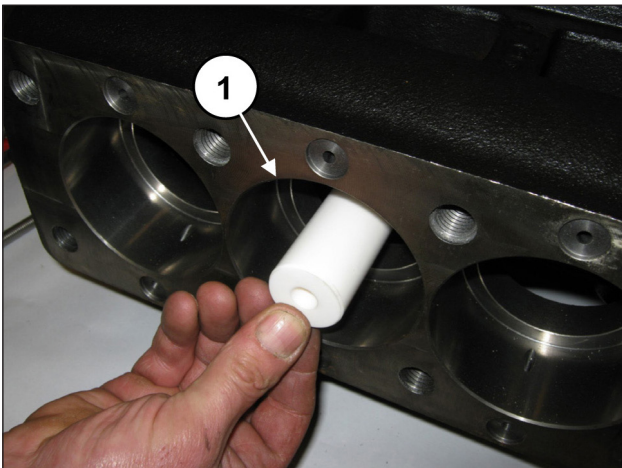
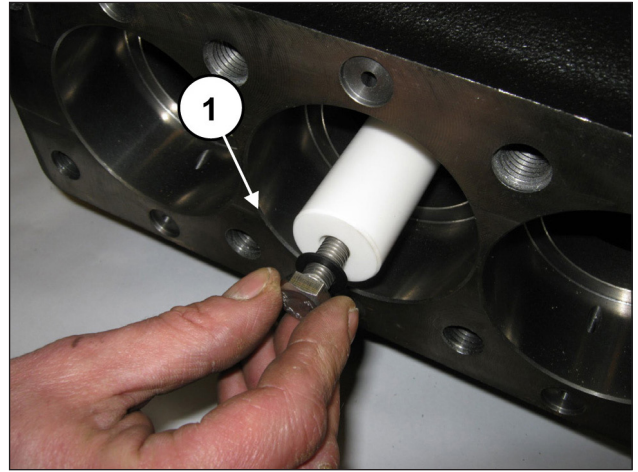

Abb. 182
Abb. 183
Montieren Sie die Kolben in die entsprechenden Führungen (Pos. ①, Abb. 182) und befestigen Sie diese lt. Pos. ①, Abb. 183.